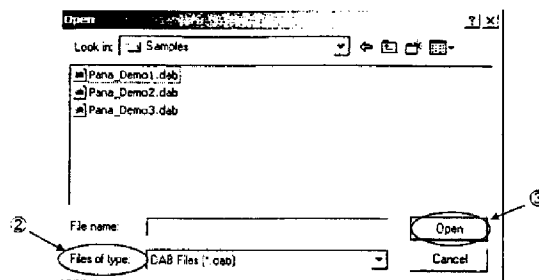

図 7-11 ファイル読み込み
- ① メニューから<File>-<Open>を実行すると<Open>ダイアログが表示されます。
- ② <File type>でアンサンブルファイル (*.DAB) またはエアデータファイル (*.TXT) を選択し、ファイル名を入力します。「図 7-11 ファイル読み込み」をご参照ください。
- ③ <Open>ボタンをクリックすると、指定したファイルが「DAB エディタ」へ読み込まれます。